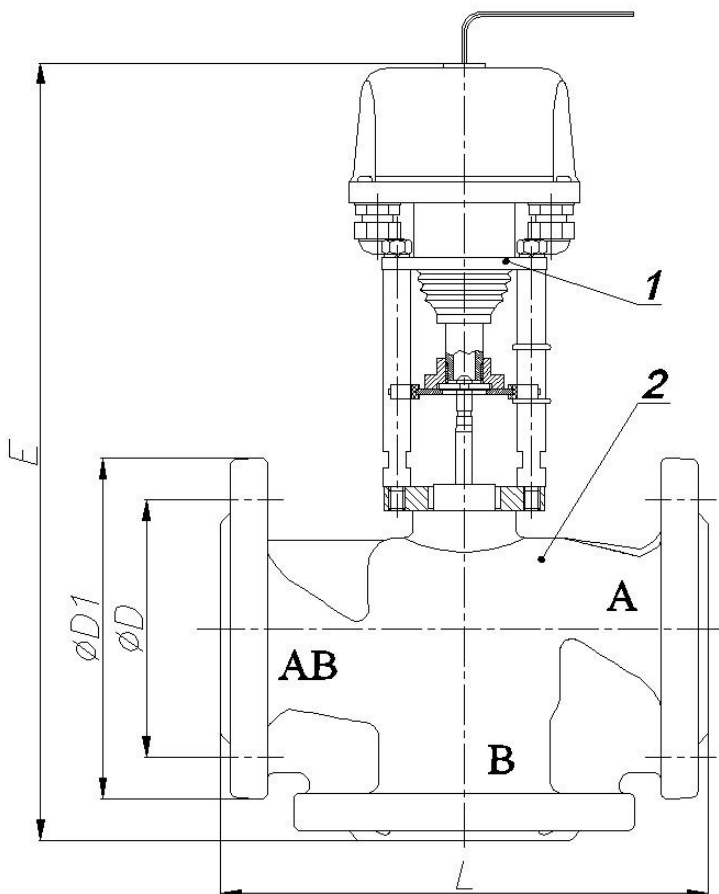

Рисунок 1 – Клапан ВКТР с ЭИМ
1.3.1 Клапан ВКТР с электрическим исполнительным механизмом (см. рисунок 1) состоит из следующих основных узлов: